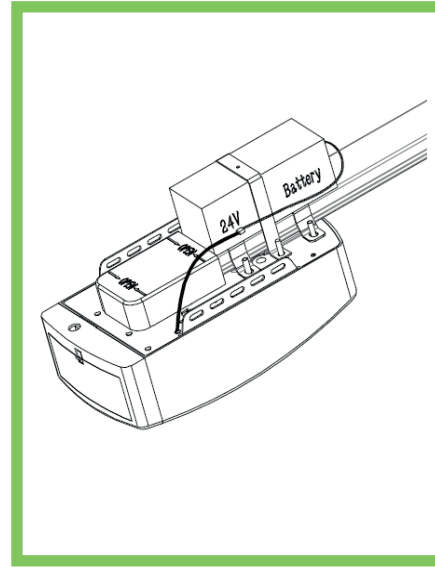

Fig:12
PASO 12 (Fig. 12)
Junte la batería con el abridor, Fig. 12.